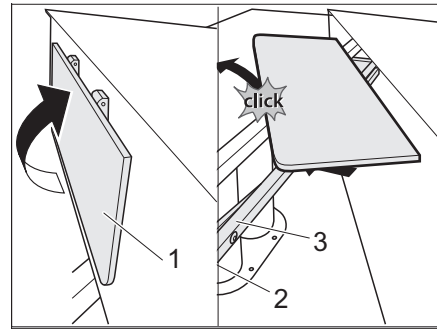

Fig. 112 Colocar el borde de apoyo
- Girar el borde de apoyo hacia arriba hasta que encaje en su lugar (Fig. 112,1).